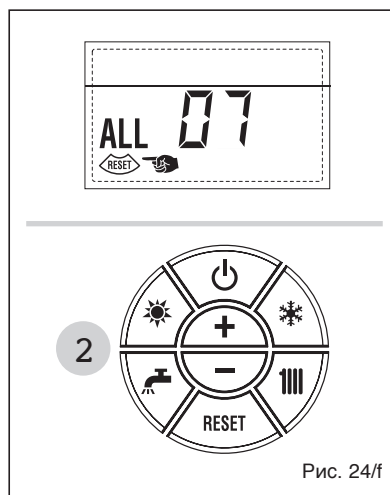

Рис. 24/ф
предохранительным / ограничительным термостатом приводит к остановке котла, контроль пламени находится в ожидании её замыкания в течении одной минуты, принудительно удерживая насос установки во включённом состоянии на протяжении данного периода. Если до истечения минуты термостат закроется, то котёл вернётся к состоянию обычного функционирования, в противном случае, он остановится и на дисплее будет показана неполадка ТРЕВ 07. Нажмите на кнопку (рис. 24/е) механизмов управления (2), чтобы заново запустить котёл.